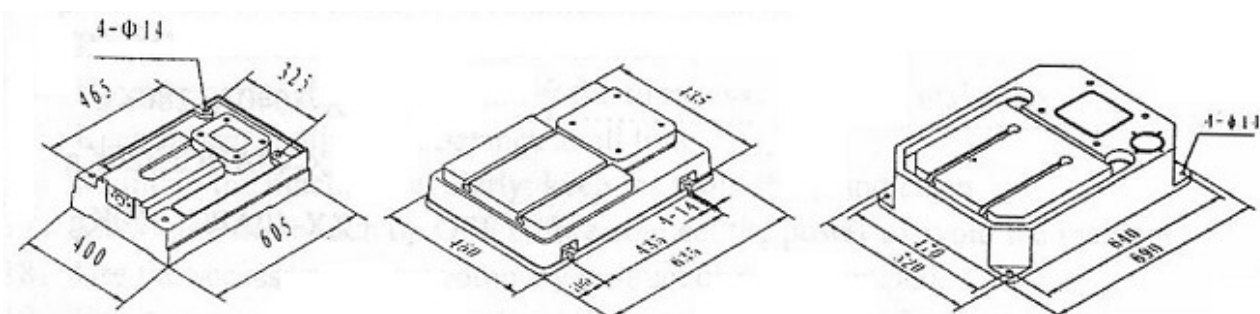

Fig. 1
- (1) Se a sua máquina for de coluna, apenas fixe-a na base.
- (2) Se a máquina não for de coluna, então é preciso furar a mesa onde ficará presa usando o gabarito de medidas da máquina (Veja fig. 1). A seguir, prenda-a na base com parafusos.